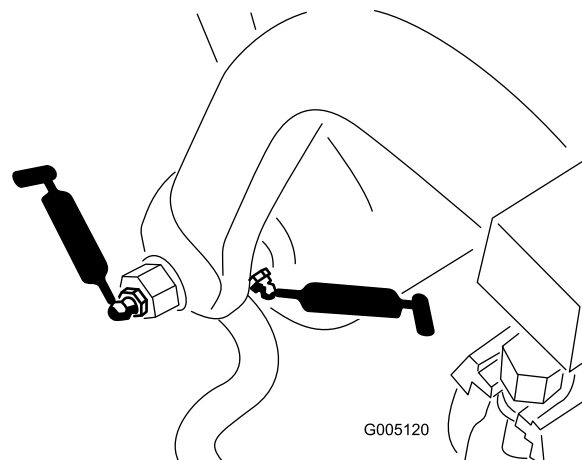

図 27
- ・ プル・フレームのシャフトとローラ：12 箇所 (図 27)